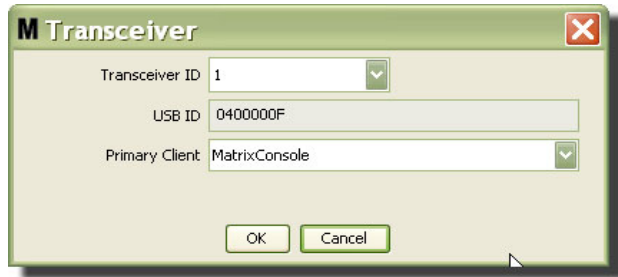

FIG. 63
3. È visualizzata la schermata Modify (Modifica) mostrata nella FIG. 63. Su questa schermata è possibile modificare l'ID del ricetrasmittitore assegnato al ricetrasmittitore. Sebbene l'ID USB sia elencato su questa schermata, non è un campo modificabile. È fornito esclusivamente per informazioni.